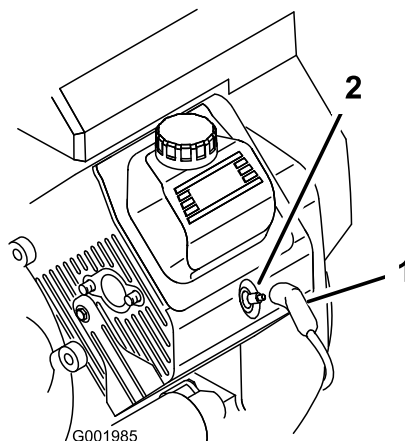

Figura 39
3. Desconecte los cables de las bujías (Figura 39).
3. Conecte los cables a las bujías (Figura 39).